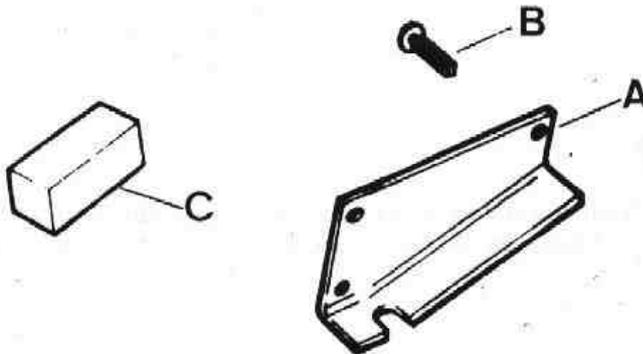

Fig. Q-23 Elementos de retención del limitador de puerta
2.3.1. Desmontar la placa tope, A (Fig. Q-23), extrayendo sus elementos de fijación, B.
2.3.3. Desmontar si fuese necesario el tope, C (Fig. Q-23).